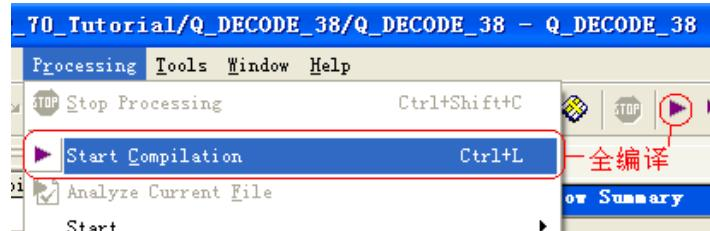

图 3-37 执行 start compilation
22. 完成引脚分配后，全编译文件。点击菜单项 Processing->start compilation、点击图标 或使用 CTRL+L 执行全编译，如图 3-37 所示。